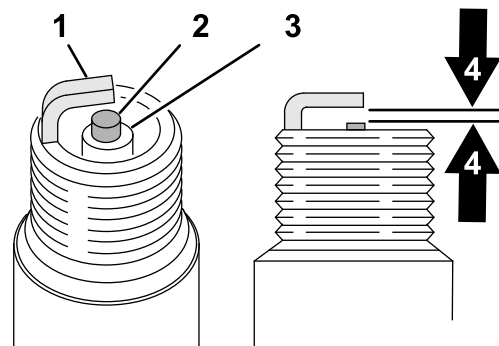

Figura 154
1. Mire la parte central de ambas bujías (Figura 154). Si se observa un color gris o marrón claro en el aislante, el motor está funcionando correctamente. Si el aislante es de color negro, significa que el limpiador de aire está sucio.